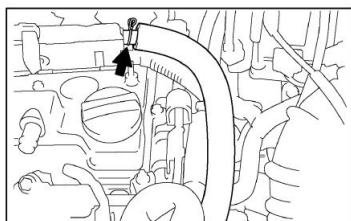

Рисунок II-64
8. Подсоединить шланг клапана PCV (см. Рисунок II-64).